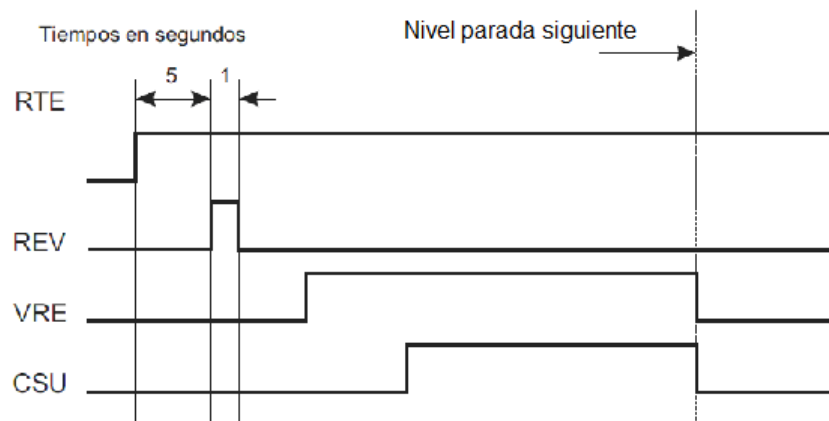

Figura 33
- Si la cabina se detuvo dentro de la zona de pantalla EXS, el rescate se hará en sentido descendente hasta el nivel del piso inferior inmediato (Figura 33)